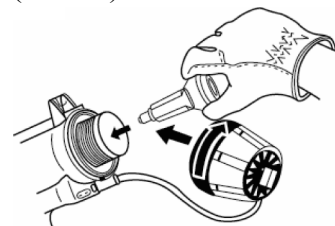

Abbildung 2
4. Die leere Kartusche mit der angeschraubten Einwegdüse aus der Kartuschenpistole herausnehmen und entsorgen. Das Düsengehäuse auf Klebstoffreste überprüfen und **wieder in die Kartuschenpistole einsetzen**. Gegebenenfalls reinigen (Abb. 2).